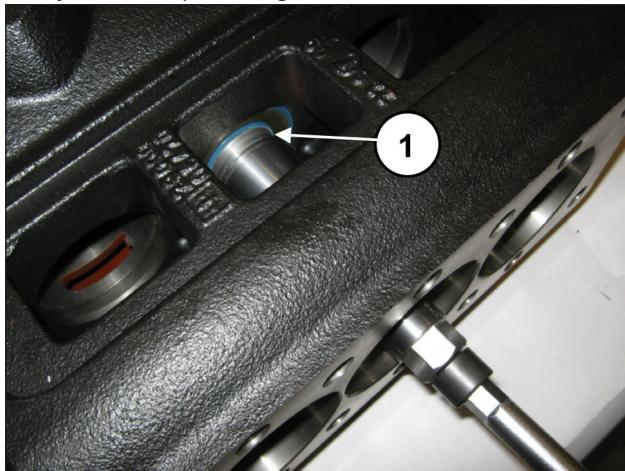

Fig. 34
Insira a ferramenta entre a haste e a borda das vedações do óleo (pos. ①, Fig. 34) e, mediante o mecanismo de percussão, forneça a inserção completa da zona cônica no interior da vedação do óleo (pos. ①, Fig. 35).